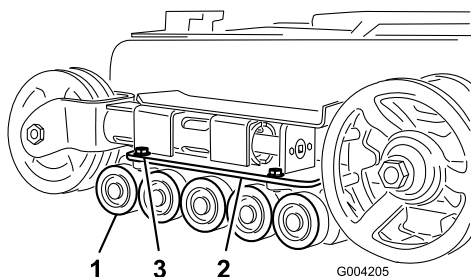

Figura 41
2. Retire los 4 pernos que sujetan cada guía de oruga inferior, que contienen las ruedas de rodaje, y retírelas (Figura 41).